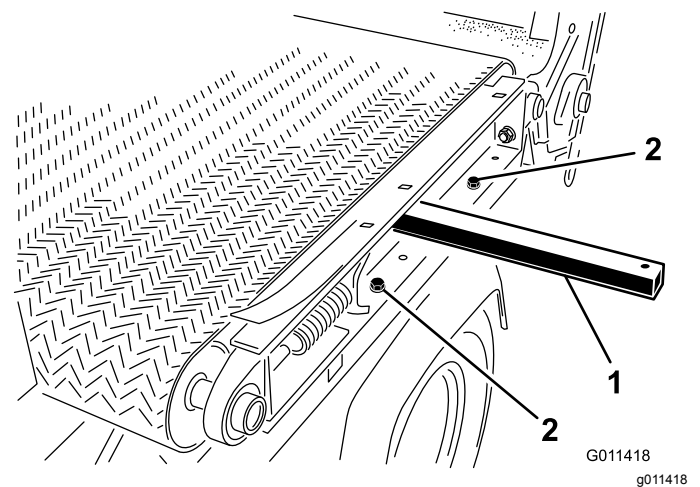

Figura 35
7. Retire los 2 tornillos de caperuza, las arandelas y las tuercas a la izquierda de la máquina que sujetan la plataforma deslizante al bastidor (Figura 35).
- A. Introduzca una palanca en el orificio del lado izquierdo de la máquina y eleve la palanca para inclinar la plataforma deslizante (Figura 35).